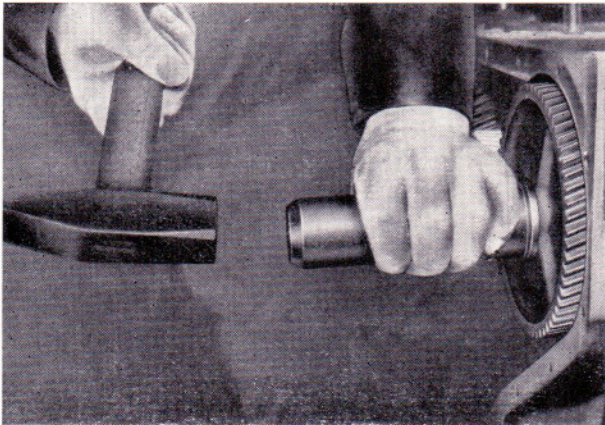

Bild 67
- Einspritzpumpenrad mit der Montagehülse 27 01756 003 bis zum Anschlag auf die Welle aufziehen (Bild 67).